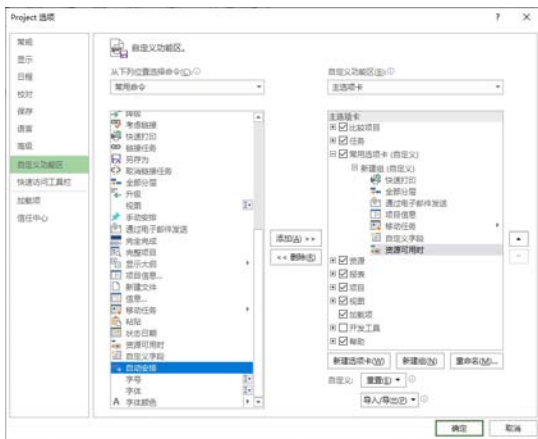

图 1-50 在自定义选项卡中添加命令
(4) 返回【Project 选项】对话框, 选中【新建组(自定义)选项】, 在对话框左侧的列表中选择需要添加进自定义选项卡的命令, 单击【添加】按钮, 在自定义选项卡中添加命令, 然后单击【确定】按钮, 如图 1-50 所示。